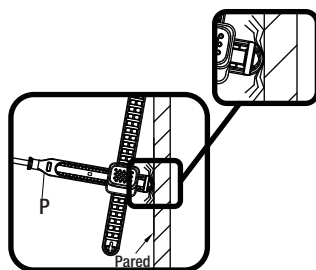

Fig 1
- Si la varilla horizontal (P) es demasiado larga, como se muestra en la Fig. 1, es posible ajustar el largo.
- Quita el sujetador (T) de la varilla horizontal (P). Desliza la parte plástica de la varilla para ajustar al largo deseado. Es posible acortar el largo (1), cortando con alicates o con una sierra en el segmento perforado.